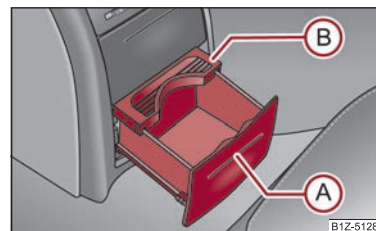

Abb. 81 Mittelkonsole hinten: Getränkehalter
- Drücken Sie an die Blende im Bereich (A) ⇒ Abb. 81 - der Getränkehalter fährt heraus.
- Stellen Sie den Getränkehalter durch Verschieben der Sicherungsplatte (B) ein.